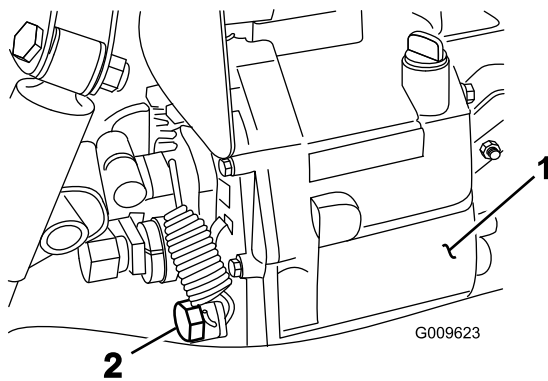

Figura 67
4. Scoateți bușonul de golire din partea laterală a rezervorului și lăsați uleiul hidraulic să curgă într-o tavă de golire (Figura 67).